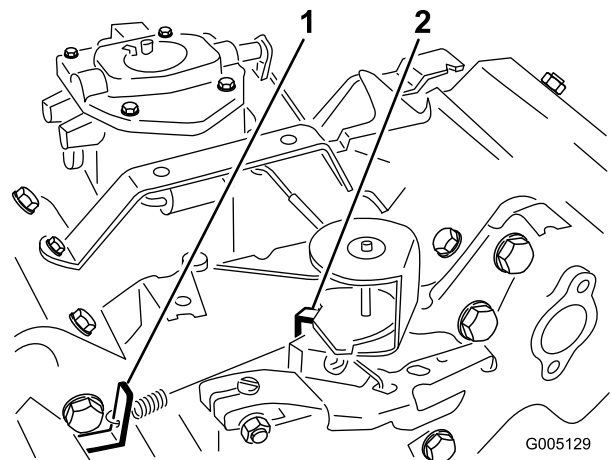

Bild 36
3. Biegen Sie den Anker-Federmitnehmer (Bild 36), um eine Leerlaufgeschwindigkeit von 1625 ± 100 U/min zu erzielen. Prüfen Sie die Motordrehzahl mit einem Drehzahlmesser.
5. Stellen Sie den Gasbedienungshebel auf Schnell". Biegen Sie den Federankermittelnehmer in der Vollgaseinstellung (Bild 36), um eine hohe Leerlaufgeschwindigkeit von 2850 ± 50 U/min zu erzielen.